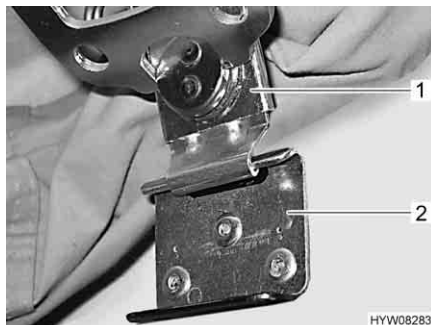

Fig. 26 Bloccaggio
- Tirare verso il basso sui due lati la serratura rapida (Fig. 26,1) e agganciarla nella piastrina di sostegno (Fig. 26,2) (Fig. 26).